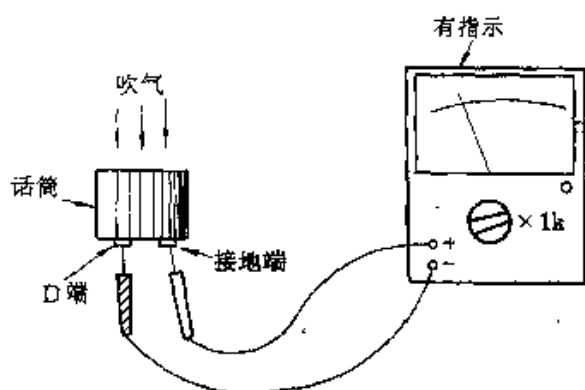
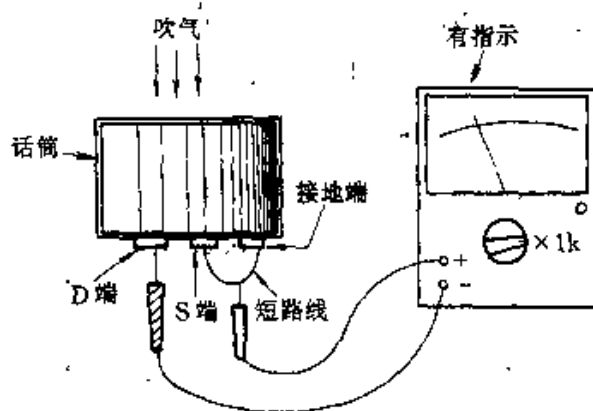

图 2-141
图 2-142
② 驻极体话筒也可用万用表进行检测。检测时,将万用表置于“ $R \times 1k$ ”挡。对于二端式驻极体话筒,万用表负表笔接话筒的 D 端,正表笔接话筒的接地端,如图 2-141 所示,这时用嘴向话筒吹气,万用表表针应有指示。指示范围越大,说明该话筒灵敏度越高。如果无指示,说明该话筒已损坏。对于三端式驻极体话筒,万用表负表笔接话筒的 D 端,正表笔同时接话筒的 S 端和接地端,如图 2-142 所示,然后按相同方法吹气检测。